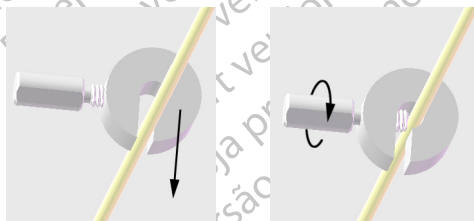

Рисунок 9. Установка ограничителя отведения для ГСМ
5. Измерьте желаемую глубину введения для ГСМ с помощью датчика или линейки и установите ограничитель отведения для ГСМ на соответствующую длину. Для установки ограничителя отведения для ГСМ протолкните отведение для ГСМ в центр ограничителя отведения, затем затяните винт (Рисунок 9). Это обеспечит ввод отведения для ГСМ на необходимую глубину. Не затягивайте чрезмерно ограничитель отведения на корпусе отведения.